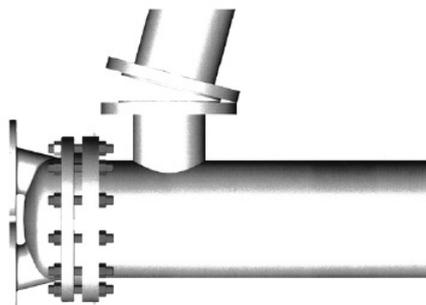

Fig. 4
Les trous ovales des supports sont prévus à cet effet (voir figure 4).
4.3.4 Installer l'échangeur à niveau et à angle droit de façon que les raccordements de canalisations puissent se faire sans forcer (voir figure 4).